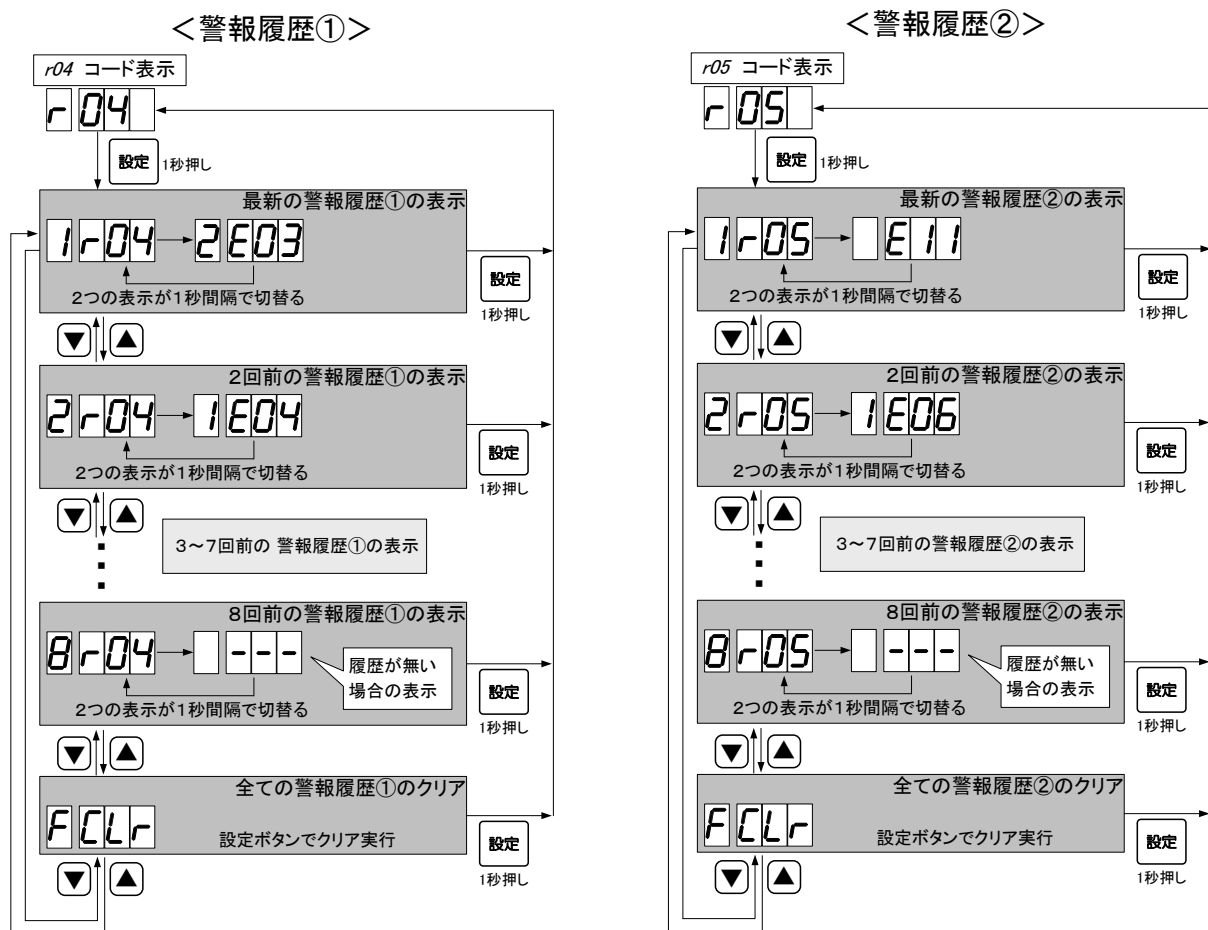

図 29 警報履歴①と②の表示例
- ・ 警報履歴①は、コード r04 で、確認することができます。
- ・ 図 29 に、表示例を示します。